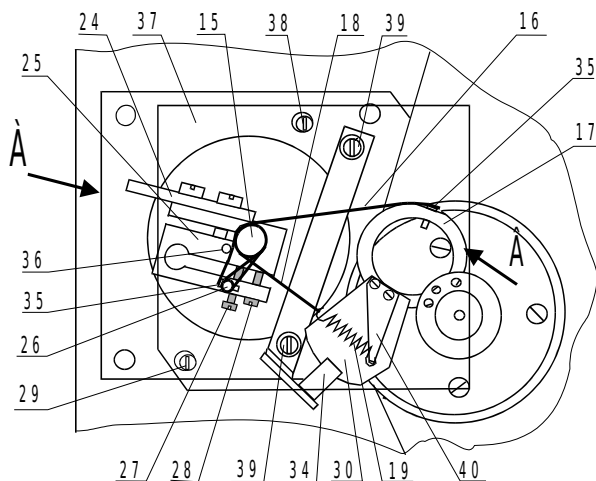

Рис. 10-4. Привод монохроматора.
- 1) При выключенном приборе рукой за флажок **24** установить водитель **25** примерно в положение, изображенное на рис. 10-4.
- Для уменьшения длины волны, выделяемой монохроматором, следует отвернуть винт **28** на долю оборота и на такую же долю оборота завернуть винт **27** (см. рис. 10-4)